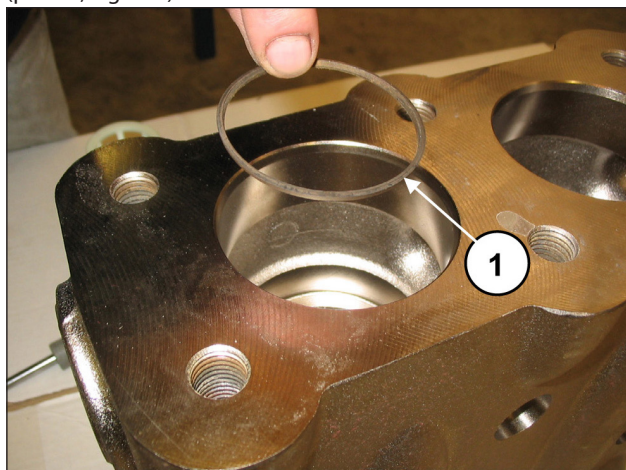

Fig. 113
Introducir la anilla antiextrusión, pos. dibujo desglosado 4 (pos. ①, Fig. 113).